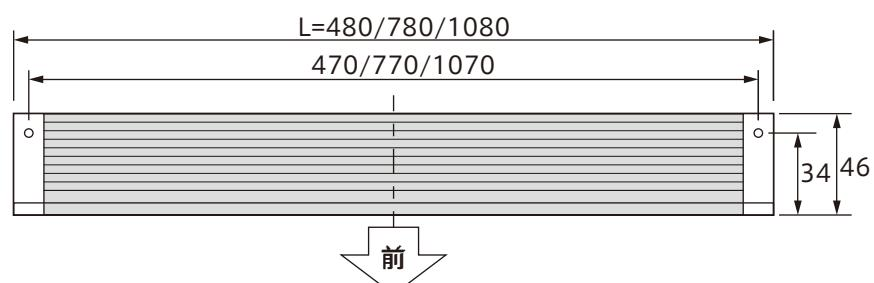

図 2
ビス固定の際、本体のネジキャップを外し、固定後にネジキャップを戻します（図2）
2. 本体側のコネクタに電源コードのプラグを差し込みます。（図2）